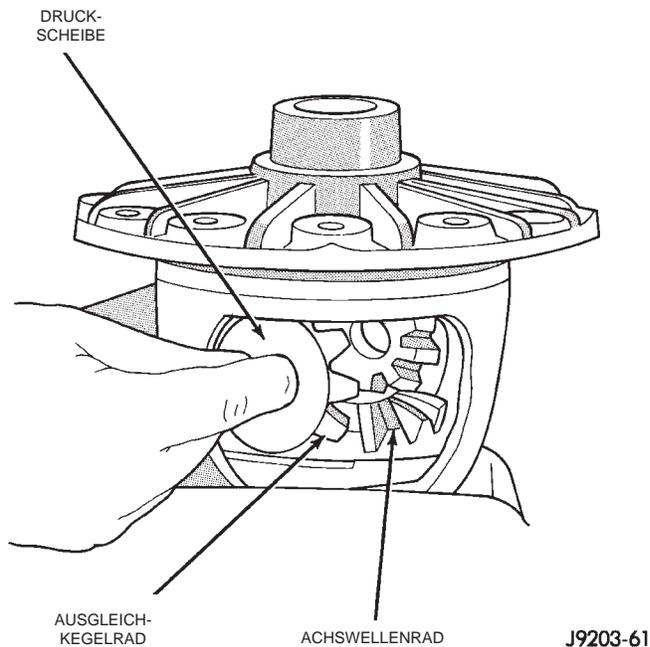

Abb. 52 Ausgleichkegelräder ausbauen
(4) Die Achswellenräder drehen, um die Ausgleichkegelräder mit ihren Druckscheiben ausbauen zu können (Abb. 52).
(5) Die Achswellenräder und Druckscheiben ausbauen.